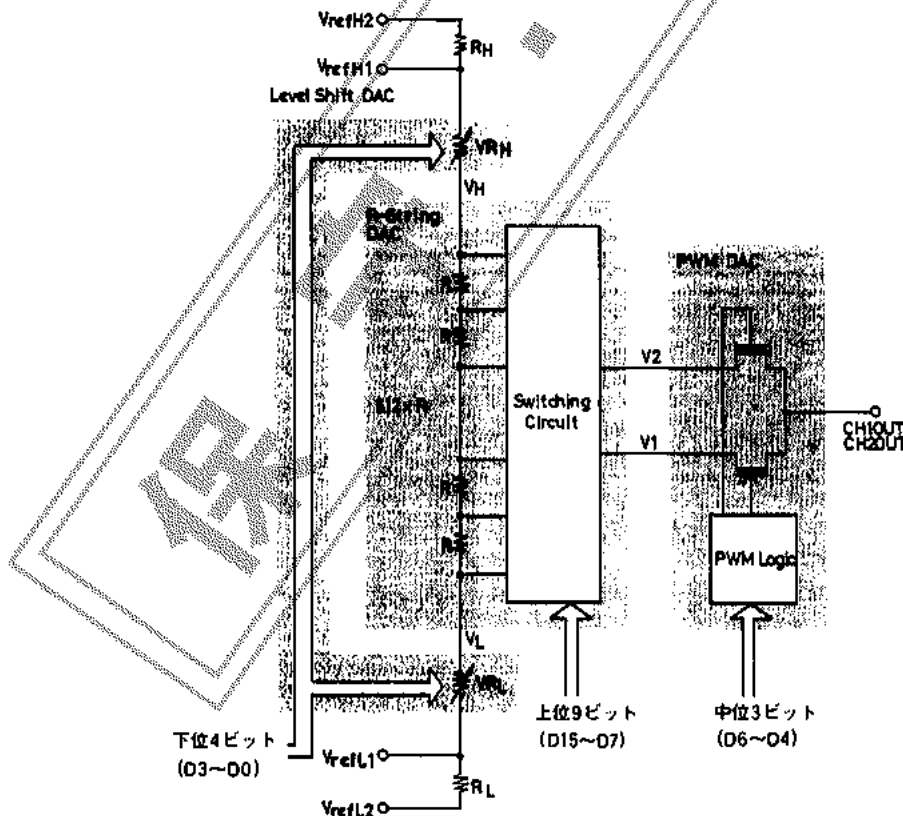

図1 LC7881のD/A変換方式
(2) 変換動作 (図1 参照)
(3) Vref端子 (図1参照)